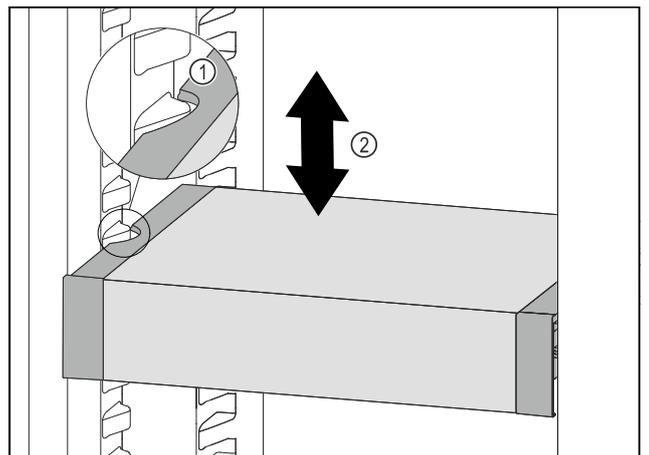

Fig. 97
- VarioSafe nach vorne ziehen, bis sich die seitlichen Aussparungen des VarioSafes auf Höhe der Behälterrippe im Kühlteil befinden. Fig. 97 (1)
- VarioSafe im Kühlteil nach oben oder unten bewegen, bis gewünschte Höhe erreicht ist. Fig. 97 (2)